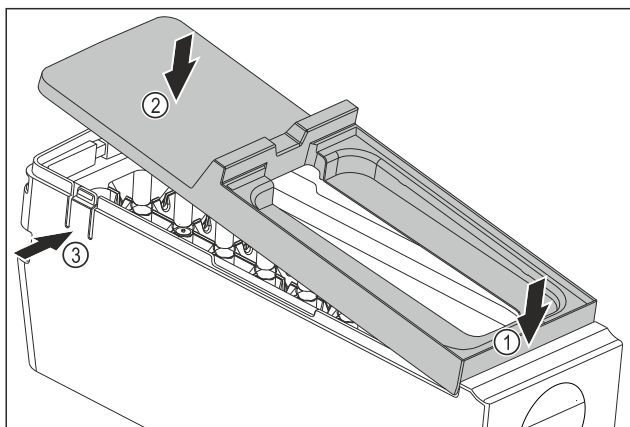

Fig. 245
- Смонтируйте крышку корпуса EasyTwist-Ice: Установите крышку спереди. Fig. 245 (1)
- Опустите крышку сзади. Fig. 245 (2)
- Крышка со щелчком фиксируется в накладках Fig. 245 (3).